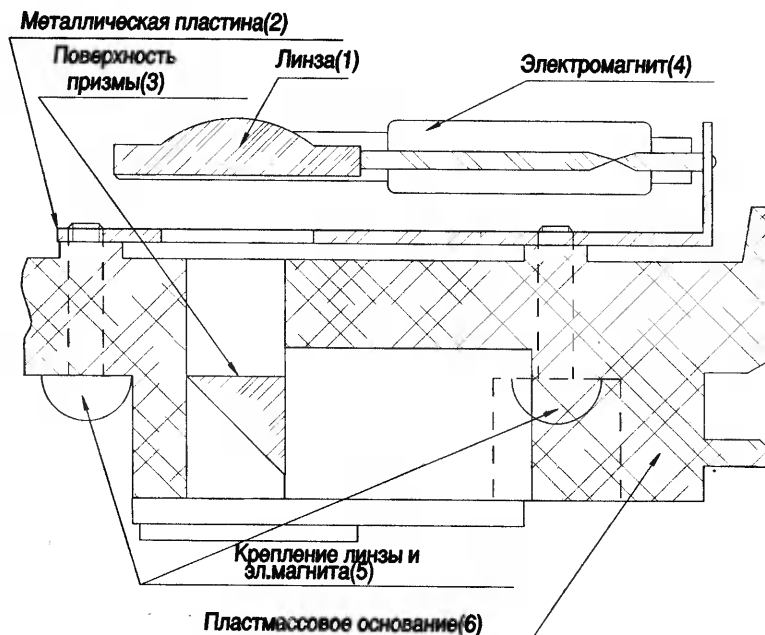

рис. 1
При такой неисправности в первую очередь следует проверить исправность лазера, линзы (1) (рис. 1, на котором изображен упрощенный чертеж лазерной головки), а также устройства коррекции ошибки на электромагните (4). Для этого достаточно, не вставляя компакт-диск, от-
Все вышеперечисленное свидетельствует об исправности лазерной головки. Устранение плохой читаемости дисков при этом может заключаться всего лишь в протирании мягкой тряпочкой поверхности линзы. Это следует делать очень аккуратно, чтобы не повредить линзу и не сорвать ее с крепления на электромагните. Если протирание ничего не дало или улучшение незначительное, то наиболее вероятно, что загрязнена не только линза, но и призма (3) (рис. 1), находящаяся под линзой. Для того чтобы очистить поверхность призмы, нужно снять лазерную головку. Линза и электромагнит крепятся на металлической пластине (2). Они могут быть прикрыты небольшим пластмассовым колпачком на защелках. Этот колпачок необходимо снять, затем отвинтить винты крепления (5), которые крепят металлическую пластину к основанию (6).